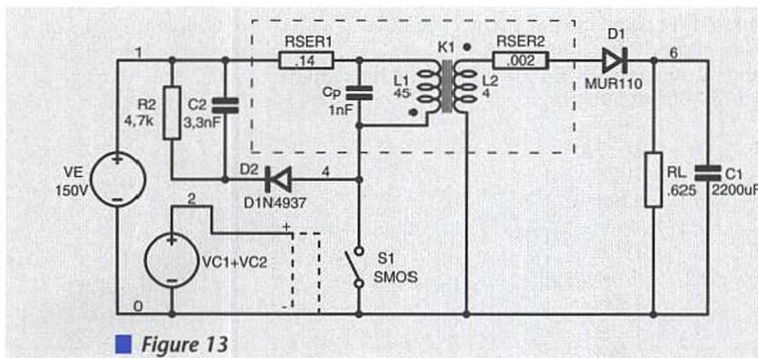

Figure 13
• **Exemple d'application - Convertisseur Flyback 5V/8A (figure 13).**